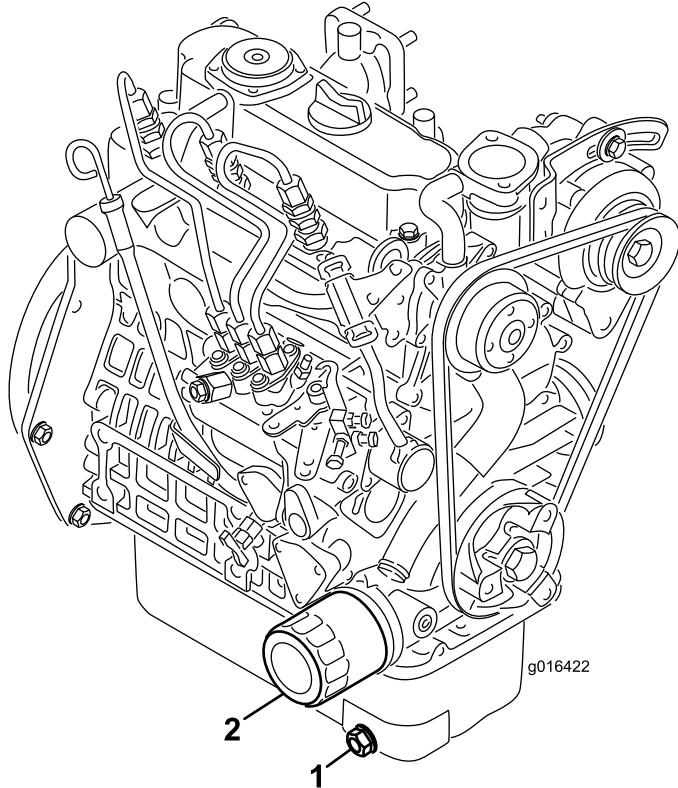

Figura 33
1. Retire o tampão de escoamento (Figura 33) e deixe o óleo escorrer para um recipiente